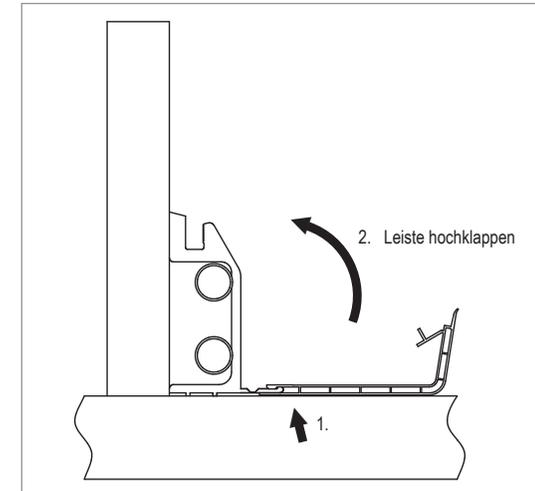

Abb. 21
- Sockelleiste flach am Boden aufliegen und Lasche einfädeln (Abb. 21).